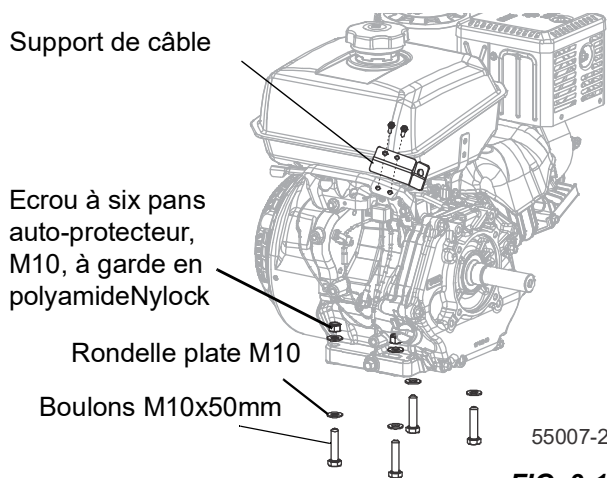

FIG. 3-18
3. Placez le moteur sur la plate-forme de montage du moteur et fixez-le sans serrer avec des boulons M10x50mm Voir Figure 3-18.
1. Remplacez le support de câble existant sur le moteur par le support de câble fourni. Voir Figure 3-18.